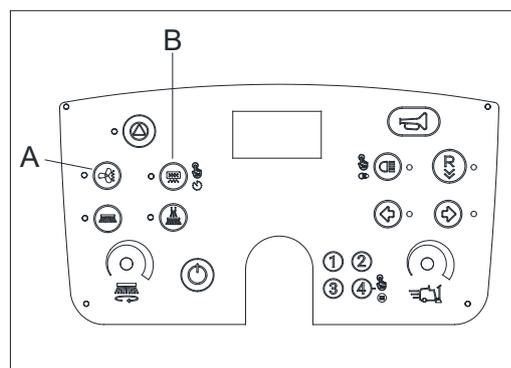

Figura 10
Quando si lavora su superfici bagnate, premere il pulsante della ventola antipolvere (A, Figura 10) per spegnere il sistema di aspirazione onde evitare danni al filtro polveri.
5. Per un funzionamento ottimale della macchina, il filtro deve essere mantenuto il più pulito possibile. Premere il pulsante dello scuotifiltro (B, Figura 10) per attivare la funzione di scuotimento della polvere. Durante questa operazione il motore di aspirazione si spegne automaticamente. Dopo lo scuotimento della polvere, il sistema di aspirazione riprenderà automaticamente il funzionamento e continuerà la pulizia. Durante il funzionamento, premere il pulsante dello scuotifiltro (B, Figura 10) per 2 secondi per avviare la modalità "Scuotimento automatico della polvere del filtro", che ripete in media la procedura di scuotimento automatico della polvere ogni 10 minuti (l'intervallo di ripetizione può essere modificato nelle impostazioni e gli utenti possono regolarlo in base al livello di polvere nell'area di pulizia).